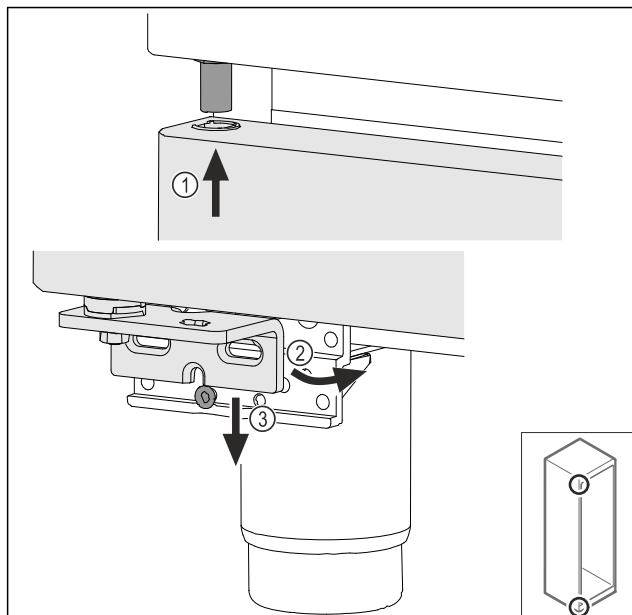

Fig. 34
- ▶ Установите дверь под небольшим уклоном сверху Fig. 34 (1), выровняйте ее прямо Fig. 34 (2) и смонтируйте снизу на винт опорного кронштейна Fig. 34 (3).